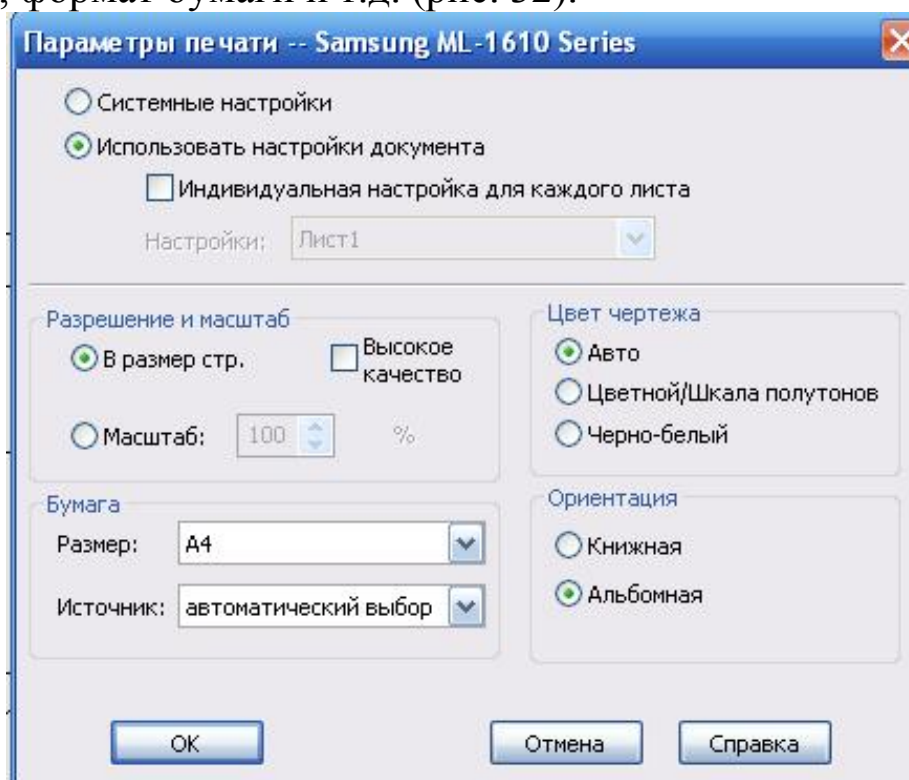

Рис. 32
7. Нажмите кнопку **Параметры страницы** в окне **Печать**. Появится диалоговое окно **Параметры страницы**, в котором можно изменить параметры принтера, например, разрешение, масштаб, формат бумаги и т.д. (рис. 32).